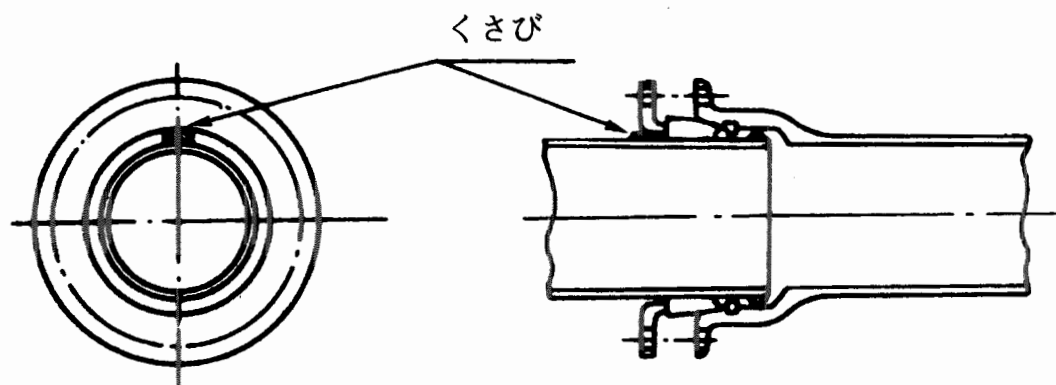

図13 押輪の心出し
- (2) 押輪をセットする場合には押輪(2つ割)の分割部分にT頭ボルトを最初に挿入し、ナットを入れて押輪を一体化する。
- (3) ボルトを受口および押輪のボルト穴にセットし、くさびを使用して押輪の心出しを行う(図13参照)。